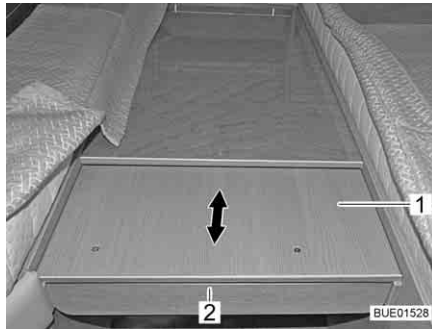

Bild 137 Bettverbreiterung herausziehen
- Unter die Blende (Bild 137,2) fassen und die Verlängerung (Bild 137,1) bis zum Anschlag herausziehen.